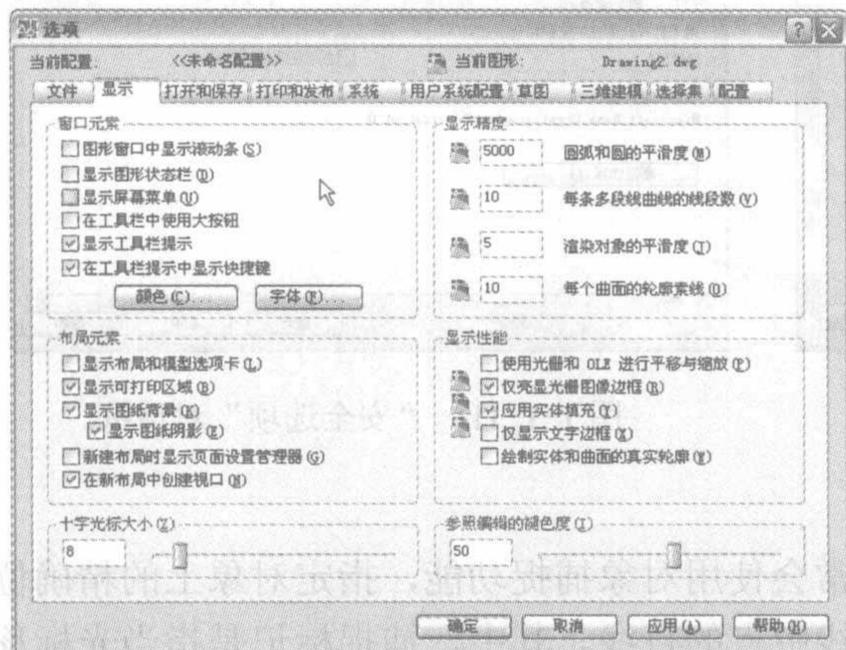

图 1-1-8 “选项”（显示）对话框
(1) 单击“工具”→“选项”菜单命令，调出“选项”对话框，该对话框主要用于系统参数的设置。在对话框中单击“显示”标签，打开“显示”选项卡的设置内容。在该选项卡中可对“窗口元素”、“布局元素”、“十字光标大小”和“显示精度”等进行设置，如图 1-1-8 所示。
(2) 在“选项”对话框的“显示”选项卡中，设置“十字光标大小”为 8，再在“显示精度”区域设置“圆弧和圆的平滑度”为 5000、“每条多段线曲线的线段数”为 10、“渲染对象的
平滑度”为5、“每个曲面的轮廓素线”为10，如图1-1-8所示。然后，单击“应用”按钮，完成设置背景颜色与显示精度的设置。